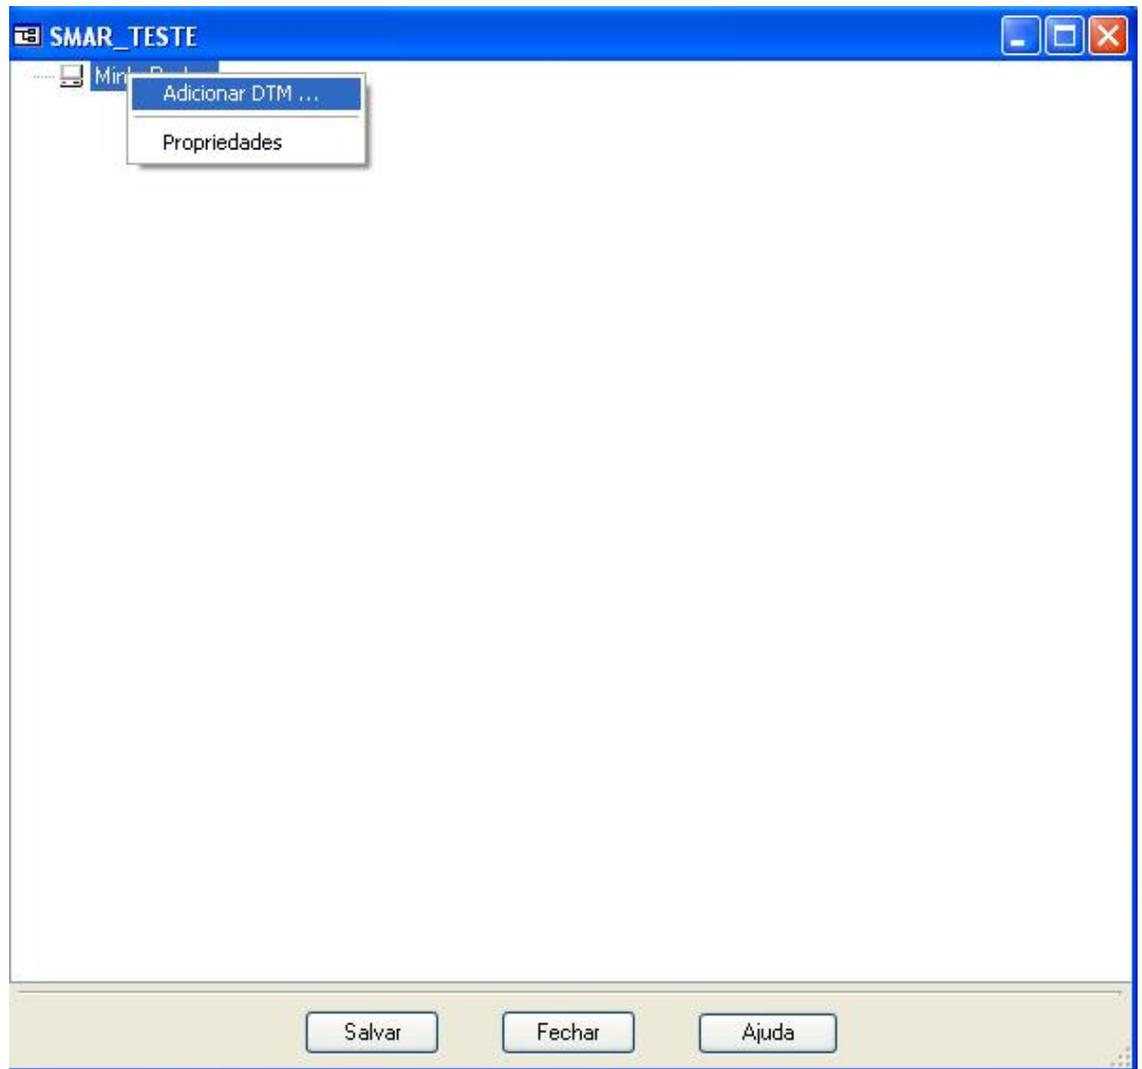
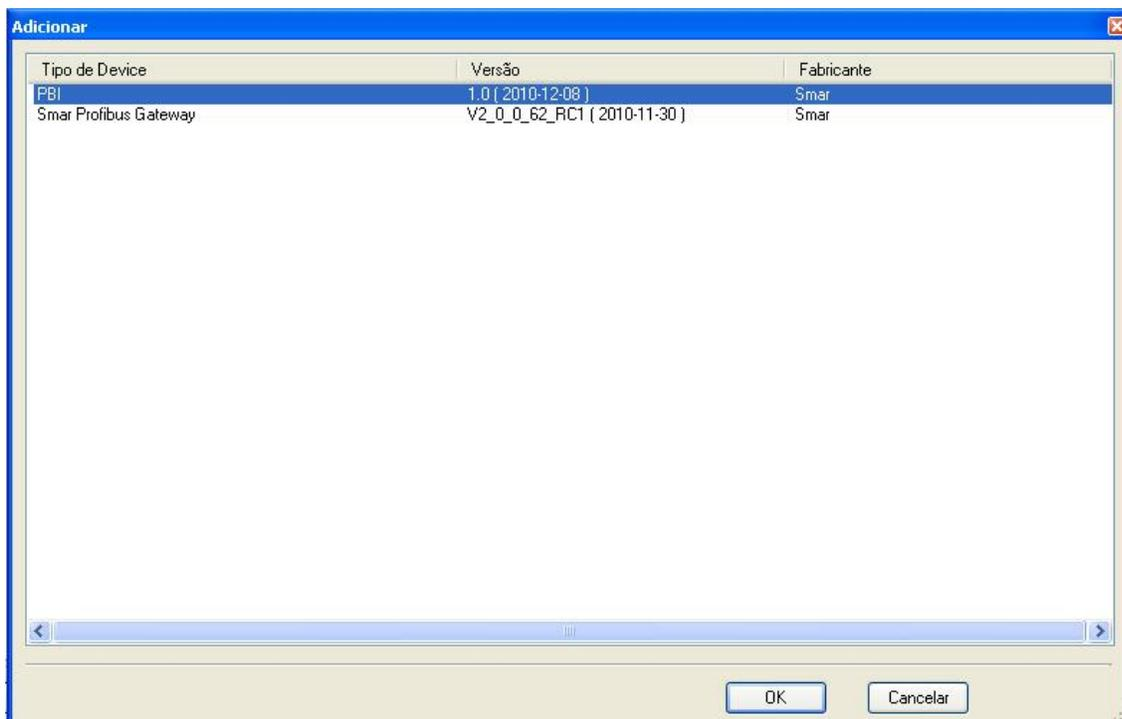

Figura 2.5 – Configuração do Software AssetView STANDALONE
Figura 2.6 – Configuração do Software AssetView STANDALONE
- 4) Após criar a topologia é necessário escolher a interface PBI-PLUS, como a ferramenta de comunicação entre o AssetView e o equipamento. Para isso, clique com o botão direito na opção “MinhaRede – Adicionar DTM...”, conforme mostrado na Figura 2.5 e escolha a opção “PBI-PLUS”, conforme mostrado na Figura 2.6.